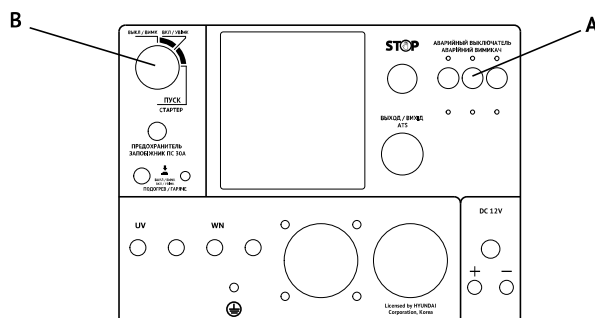

Рис. 5
- Установите автомат защиты (аварийный выключатель) в положение ВЫКЛ (Рис.5, **A**).
- Поверните ключ в положение ВЫКЛ (Рис.5, **B**).